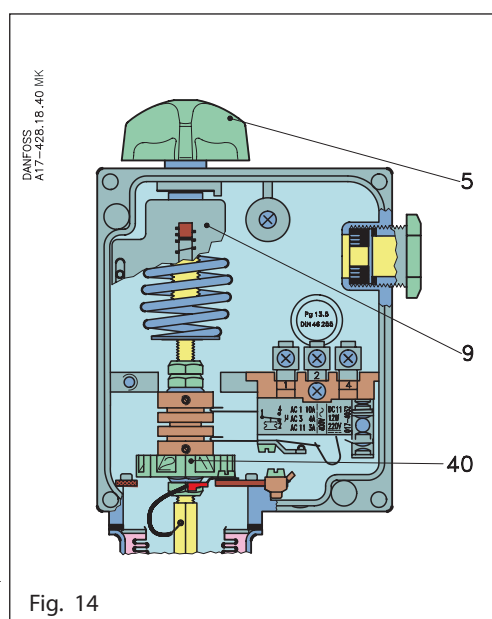
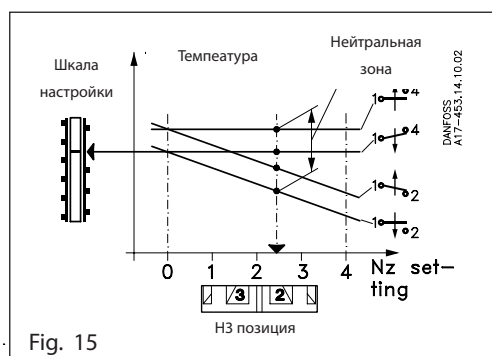
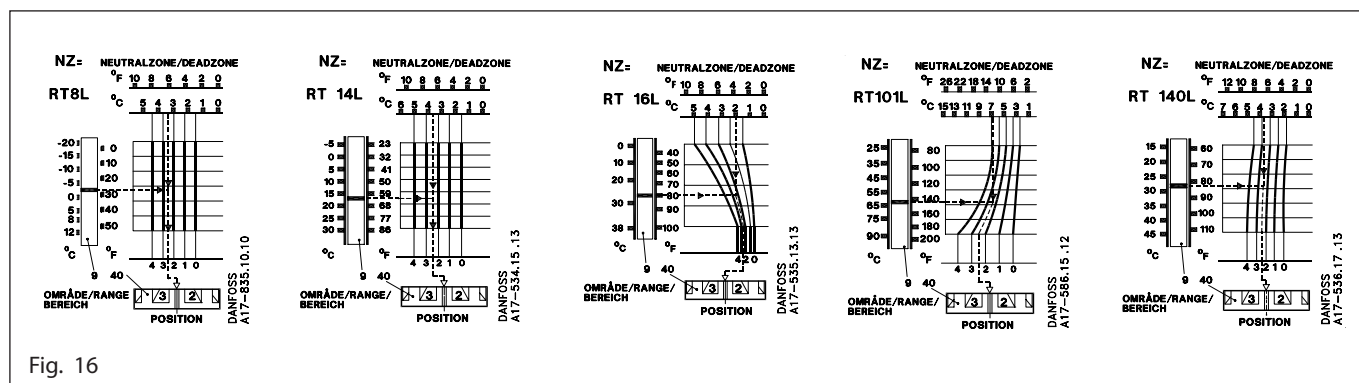

Fig. 14
Fig. 15
Fig. 16
Området indstilles med indstillingsknappen (5) (fig. 14) med samtidig aflæsning på hovedskalaen (9). Den indstillede værdi er brydetemperaturen for kontakt 1-4, fig. 15. Den ønskede neutralzone søges i diagrammet for det pågældende apparat (fig. 16). På diagrammets nederste skala aflæses hvilken position neutralzonerullen (40) skal indstilles på.
Med håndknappen indstilles termostaten på 24 °C. De stiplede linier i diagrammet for RT 16L (fig. 16) skærer hinanden på kurven for position 2.8 og neutralzonerullen (40) indstilles på denne position.